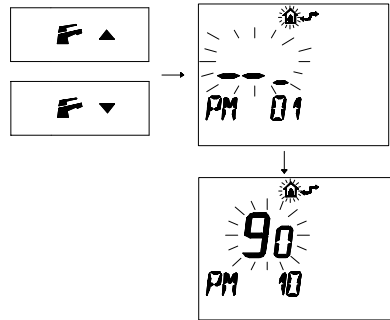

Figura 5.65
- Premere i pulsanti $\text{F} \blacktriangledown$ o $\text{F} \blacktriangle$ per visualizzare la programmazione "PM10" selezione della frequenza di riaccensione (Figura 5.65).
Nella Figura 5.65 si visualizza un SET programmato di 90 corrispondente ad un tempo di riaccensione di 3 minuti circa. Il campo di regolazioni è da 0 a 8 minuti e mezzo.